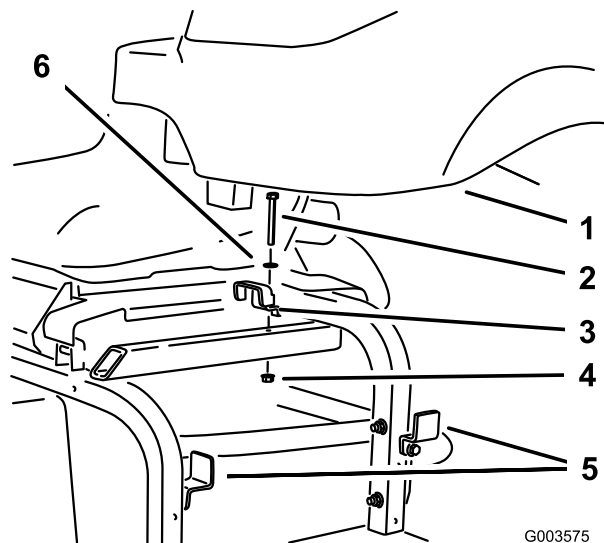

図 23
- 油圧オイル・タンクをフレームに取り付け、先に取り外してゆるめておいた3つのブラケットで固定する（図 23）。